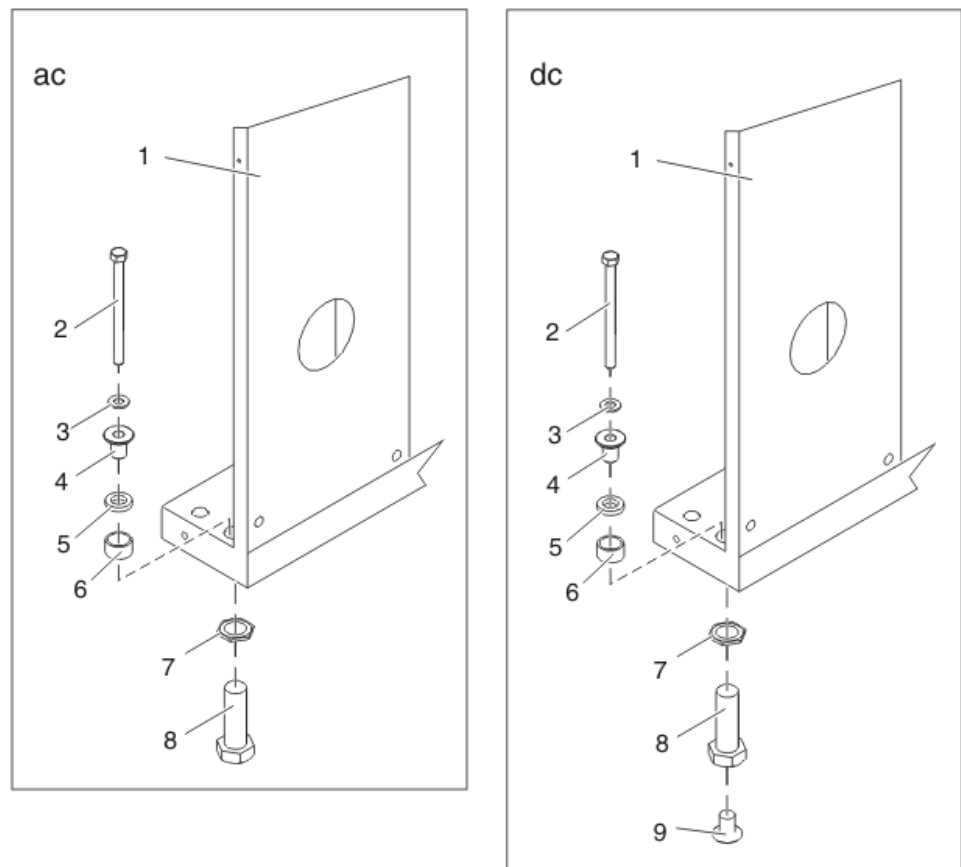

Figura 5. Hardware do parafuso inferior do rack
4. Localize o kit de montagem de hardware e as duas placas de montagem. Consulte Figura 5 na página 8 ao revisar os conteúdos do kit de montagem do hardware. O kit de montagem do hardware contém os itens a seguir: